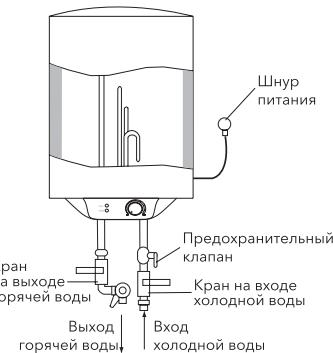

Рис. 4
- Предохранительный клапан следует устанавливать в месте входа воды (см. рис. 4).